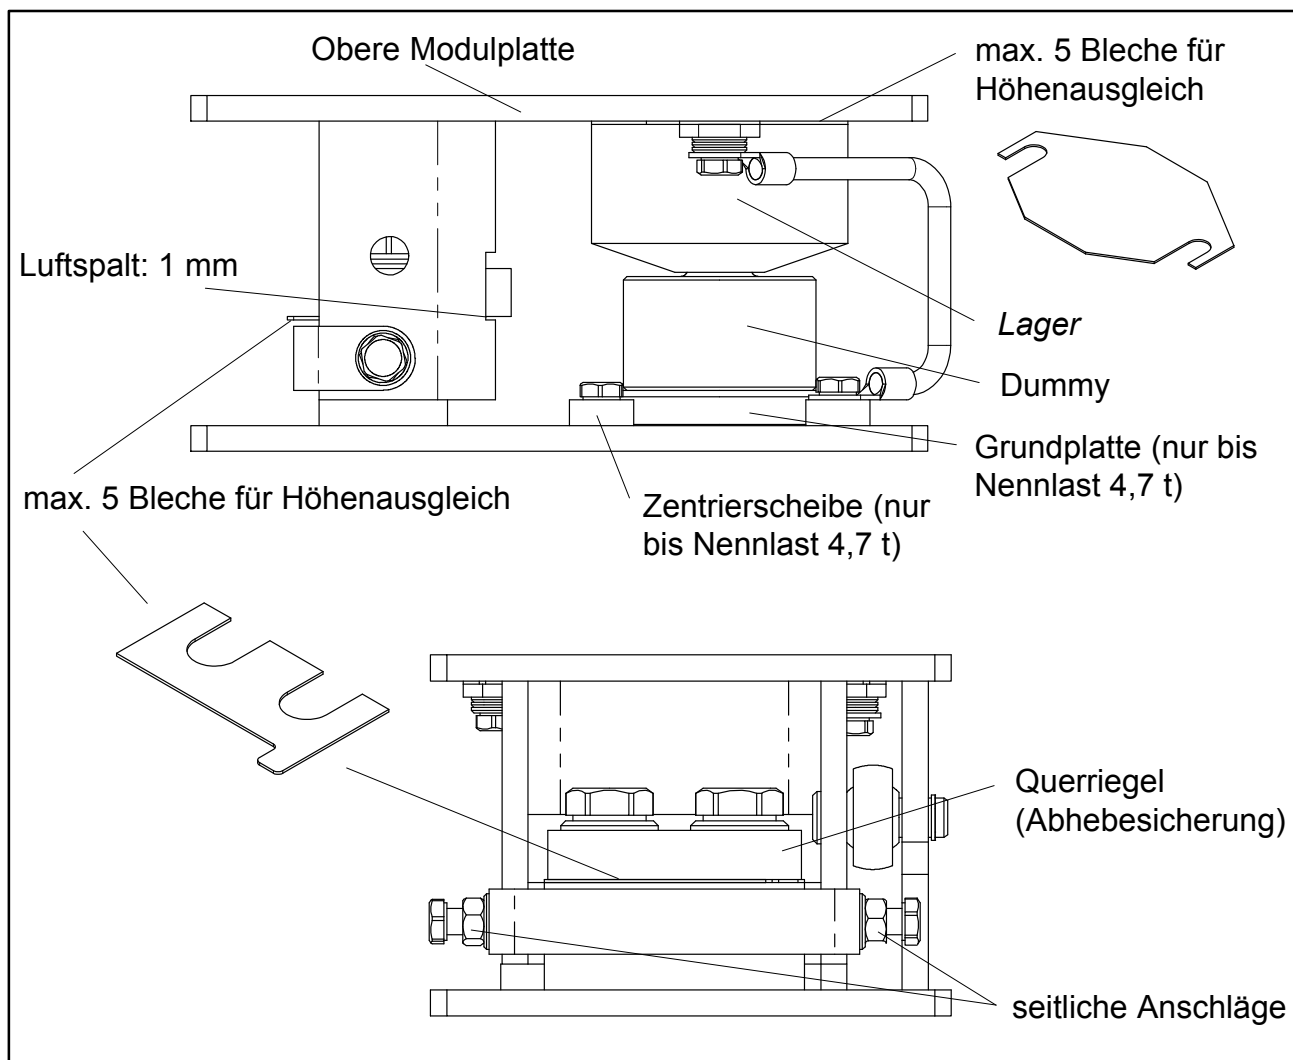

Abb. 2.1: Montage der Ausgleichsbleche bei Ausführung 4,7 t
Montage der Wägezellen bis 4,7 t Nennlast (siehe Abb. 2.1):
- Montage und Justage der Abhebesicherung durch Unterlegen von Blechen, so dass ein Luftspalt von ca. 1 mm entsteht (vgl. Abb. 2.1) bei leerem Behälter.